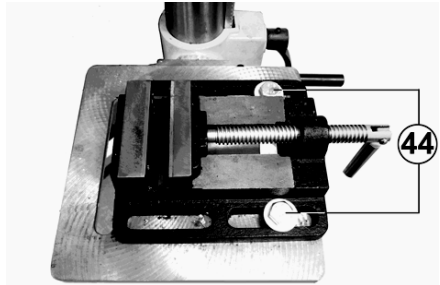

Рис. 8
9.14. Установите на рабочий стол (4) тиски и зафиксируйте их положение специальными болтами (44), Рис. 8, (не комплектуются).